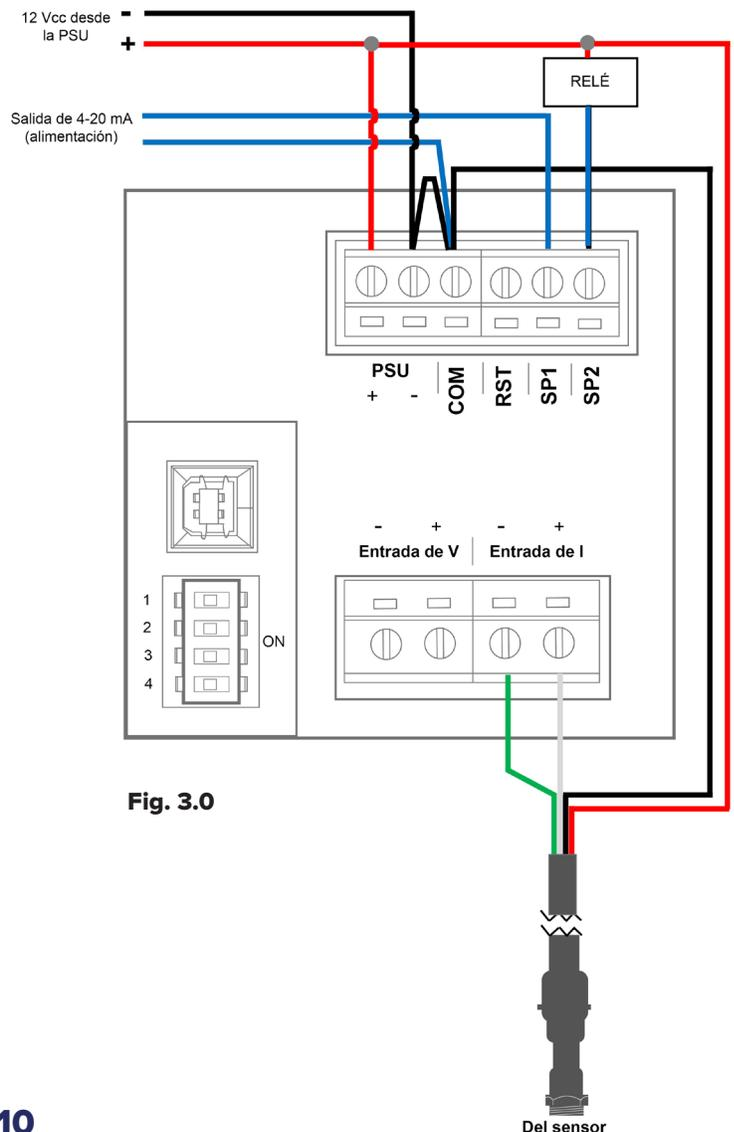

Fig. 3.0
11. Si se utiliza, conecte el relé de alarma (consulte la Fig. 3.0).